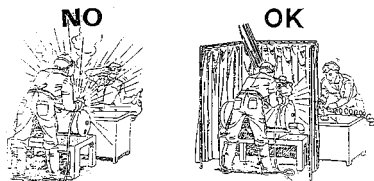

Fig.4
• La operación de soldadura tiene que ser realizada en un ambiente ventilador y aislado respecto a las otras zonas de trabajo, para proteger a los operadores de radiaciones y humos. Si esto no es posible, las personas cercanas al operador y con mayor razón sus ayudantes deben estar protegidos interponiendo cortinas y pantallas opacas transparentes, autoextinguibles y que cumplan con la normativa local vigente (la elección del color de una cortina depende del proceso de soldadura y de las corrientes empleadas), gafas anti-UV y, de ser necesario, empleando máscara con filtro de protección adecuado (Fig. 4).